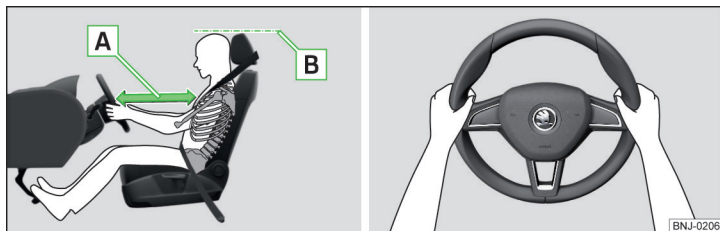

Fig. 2 Poziția corectă a șoferului/poziția corectă de ținere a volanului
- ✓ Reglați volanul în așa fel, încât distanța dintre volan și torace să fie de cel puțin 25 cm » [fig. 2 - \[A\]](#).
- ✓ Reglați tetiera, astfel încât marginea superioară a tetierei să se afle, pe cât posibil, la aceeași înălțime cu partea superioară a capului dumneavoastră (nu este valabil pentru scaunele cu tetieră integrată) » [fig. 2 - \[B\]](#).
- În timpul mersului volanul trebuie ținut cu ambele mâini, de partea exterioară laterală, în poziția „orei 9” și „orei 3” » fig. 2. Nu țineți niciodată volanul în poziția „orei 12” sau în altă poziție (de exemplu de centrul volanului, de marginea interioară etc.). În caz contrar, în cazul declanșării airbagurilor, se poate provoca accidentarea gravă a mâinilor, brațelor și a capului.
- ✓ Reglați tetiera, astfel încât marginea superioară a tetierei să se afle, pe cât posibil, la aceeași înălțime cu partea superioară a capului dumneavoastră » fig. 2 la pagina 11 - (nu este valabil pentru scaunele cu tetieră integrată).
- ✓ Reglați tetierele, astfel încât marginea superioară a tetierelor să se afle, pe cât posibil, la aceeași înălțime cu partea superioară a capului dumneavoastră » fig. 2 la pagina 11 - .